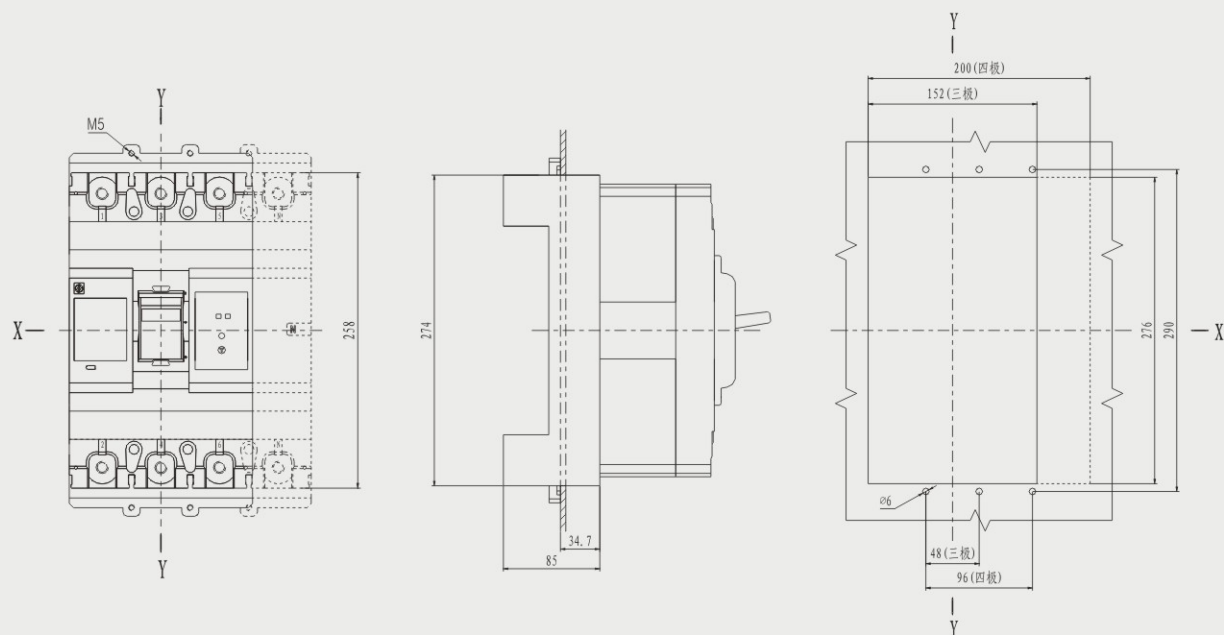

图16
15. HSL6-400 (H、L) 插入式板后接线 (大开孔式) 外形及安装、开孔尺寸 (三极、四极) 见图16